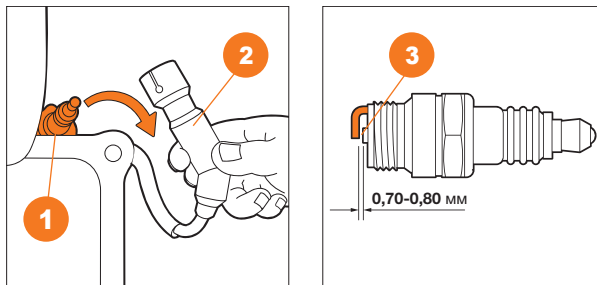

Рис. 5
1. Снимите высоковольтный колпачок ② свечи зажигания ① (Рис. 5).
2. Выверните свечу зажигания ① при помощи свечного ключа.